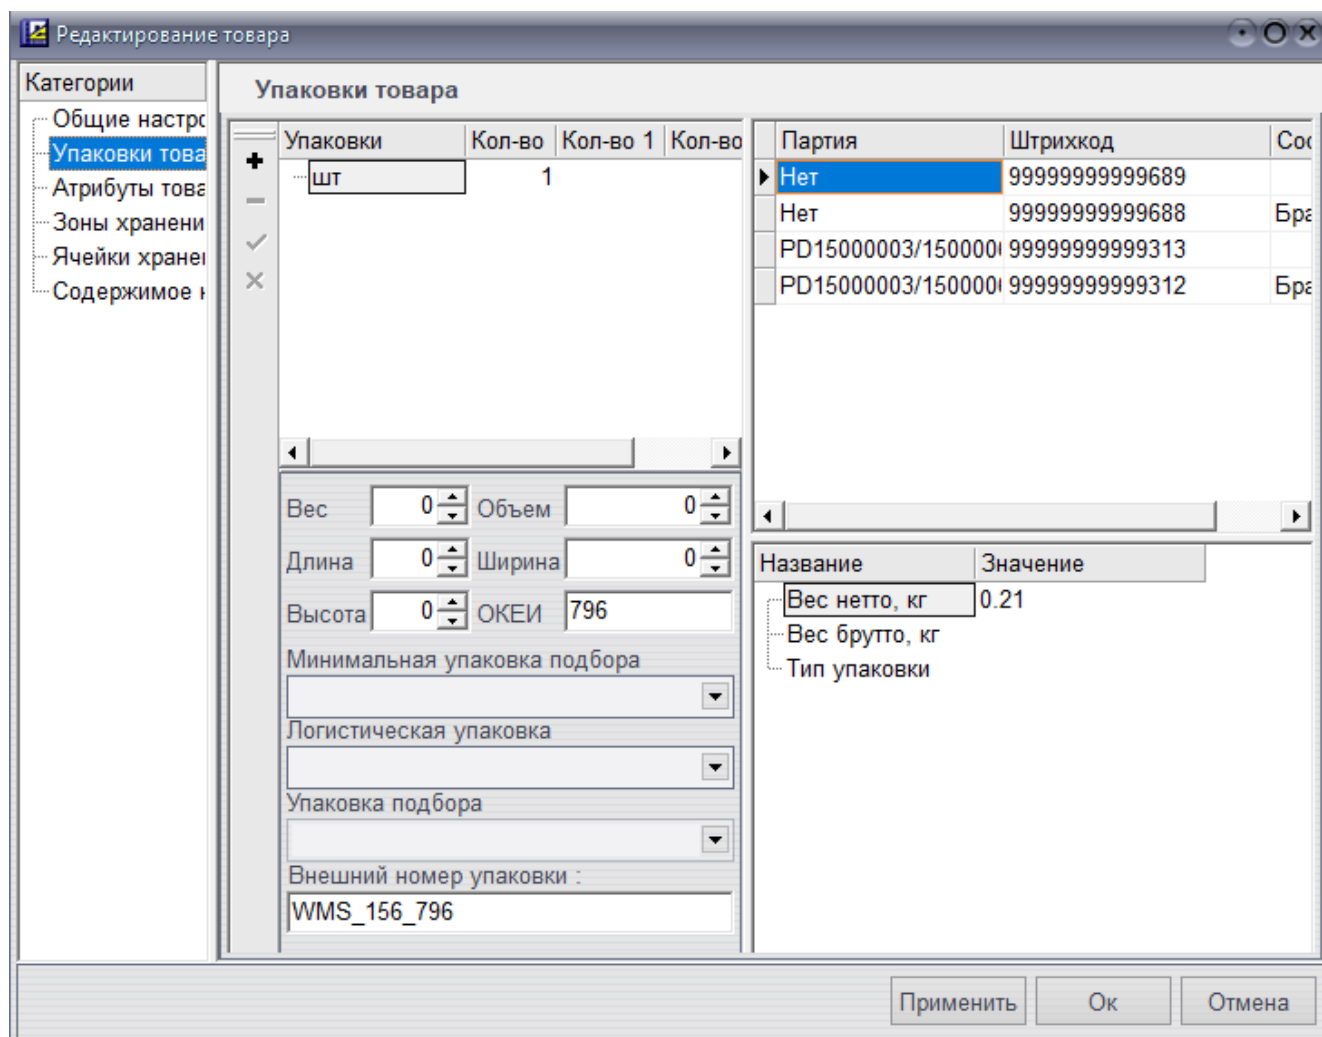

Рисунок 5.4.
2) Упаковки товара (рис. 5.4):
1. Иерархия упаковок – отображает вложенность упаковок друг в друга, при этом в столбце «Кол-во» отображается количество упаковок предыдущего уровня (рис. 5.4 маркер 1)